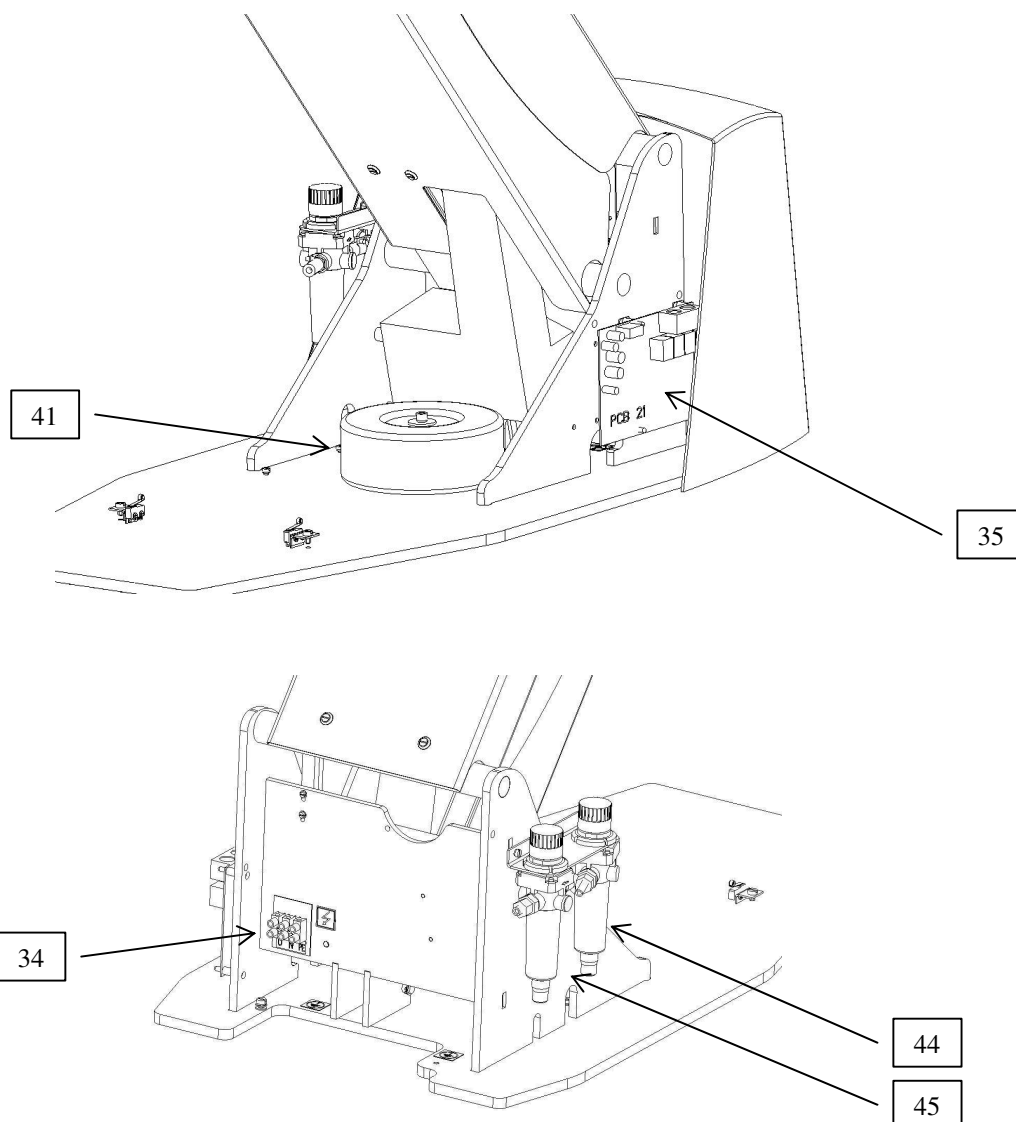

рис. 3
- выключатель водного охлаждения инструментов (50)
- переключатель реверса микромотора (51)
- регулятор скорости вращения микромотора (52)
- регулировка мощности AMDENTU (53) – только по доп. заказу
- выключатель негатоскопа (54) – только по доп. заказу
Под крышкой кресла (9) (рис. 1) находятся (рис. 3):
- **электрическая часть:** кабель главного выключателя (40) и ножного выключателя (42) вместе с трансформатором СУ (41).
- **пневматическая часть:** главный шланг от безмасленного компрессора и регулятор давления воздуха с фильтром (44)
- **гидравлическая часть:** регулятор давления воды с фильтром (45)